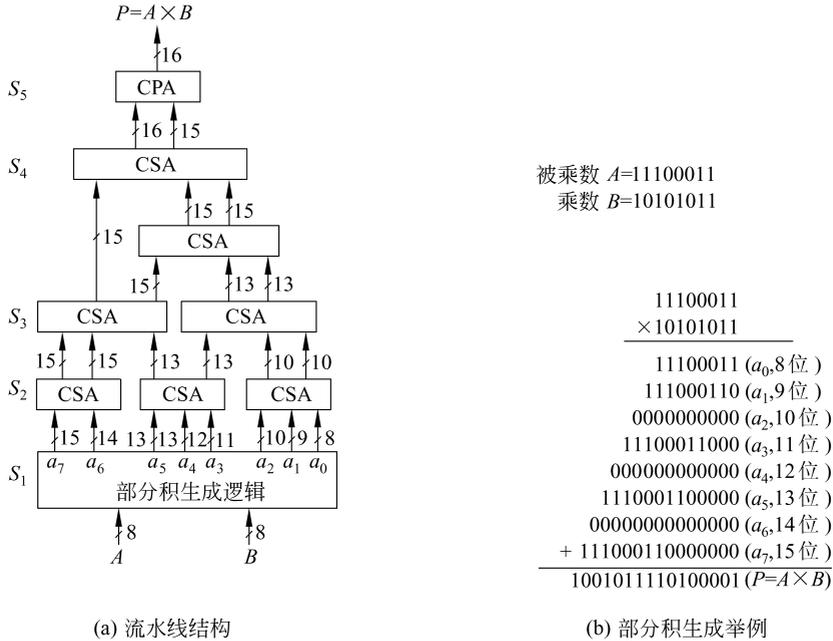

图 3.9 乘法流水线的逻辑结构图
③ 乘法流水线 使用 CSA 和 CPA 就可以组成乘法流水线,如图 3.9 所示。